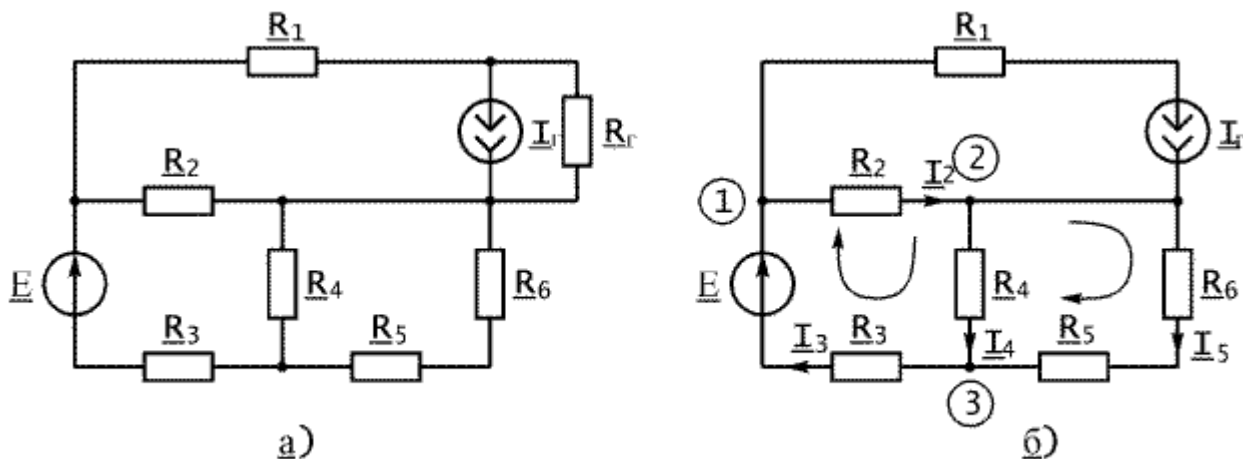

Рис. 3.2
На рис. 3.2, а) приведена схема цепи. Значения ее элементов: $E = 10\text{В}$, $I_r = 2\text{ А}$, $R_1 = 1\text{ Ом}$, $R_2 = 2\text{ Ом}$, $R_3 = 3\text{ Ом}$, $R_4 = 4\text{ Ом}$, $R_5 = 5\text{ Ом}$, $R_6 = 6\text{ Ом}$, $R_r = 100\text{ кОм}$.
Внутреннее сопротивление источника тока $R_{\Gamma} = 100 \text{ кОм}$ много больше остальных сопротивлений схемы, поэтому оно практически не будет влиять на распределение токов в цепи и им можно пренебречь. Тогда предложенная схема может быть заменена эквивалентной (рис. 3.2, б), более удобной для расчетов.
1.1. Указываем направление токов в схеме на рис. 3.2, б.
1.4 Выбираем $N = 2$ контура в схеме на рис. 3.2, б и направления их обхода для составления уравнений. Учитываем, что в контур нельзя включать ветвь с источником тока, если неизвестно напряжение на его зажимах.
Исходя из сказанного, баланс мощностей для схемы на рис. 3.2, б определяется выражением
где U_Γ – напряжение на зажимах источника тока. Напряжение U_Γ легко найти, если из схемы на рис. 3.2, б выделить контур с элементами $R_1 - R_2 - I_\Gamma$ (рис. 3.6) и составить для него уравнение